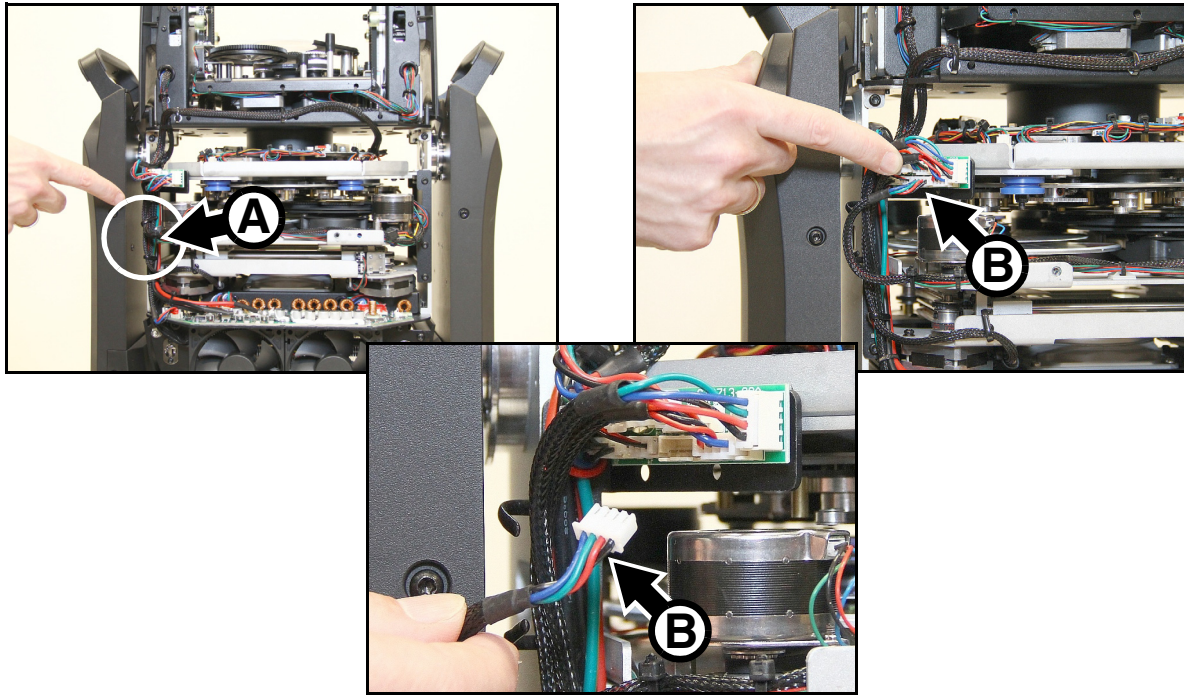

Bild 12: Trennen des Effektmoduls
4. Siehe Bild 12. Öffnen Sie die Kabelbinder des Kabels **A** am Effektgerät.